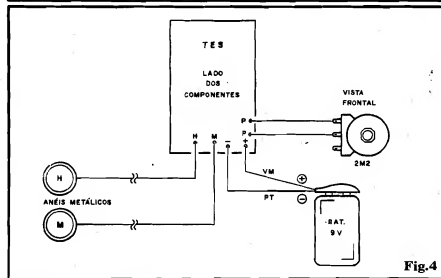

Fig.4
- FIG. 4 - CONEXÕES EXTERNAS À PLACA - O circuito Impresso, na figura, continua visto pela sua face não cobreada, a mesma que contém os componentes (como na fig. anterior)... Apenas que agora a ênfase encontra-se nas ligações periféricas ou externas. Atenção à polaridade da alimentação e às conexões ao potenciômetro (notem que o dito cujo, na ilustração, é visto frontalmente - como se fosse observado pelo eixo...). As ligações aos anéis sensores são simples, apenas considerando que os comprimentos dos fios deve ser em dimensões confortáveis (não muito curtos). A soldagem dos anéis, propriamente, deve ser deixada para o final, depois do conjunto ser acomodado na caixinha escolhida, de modo a facilitar as operações... Ainda quanto aos tais anéis, se estes forem de metal onde a solda "pega" facilmente, tudo bem... Caso contrário, um pouco de "fluxo" deverá ser aplicado nos pontos de soldagem... Existem, no varejo especializado "químicas" que permitem à solda convencional (de chumbo/estanho) "pegar" até em alumínio... Pesquiseem e providenciem, se for o caso...